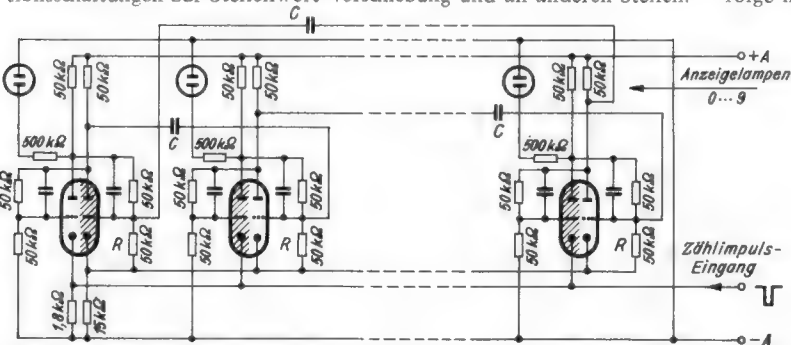

Bild 19. Dezimal-Zählwerk mit 10 Flip-Flop-Stufen, das auf der in Bild 18 gezeigten Schaltung basiert
An der Anode von R6 2 a steigt auf diese Weise die Spannung, und der durch die galvanische Kopplung auf das Gitter von R6 2 b übertragene Spannungssprung überschreitet das Sperrniveau dieser Röhre; nunmehr führt sie also Strom. Den jeweiligen Zustand der Flip-Flop-Schaltung zeigen die Anzeige-Glimmlampen „0“ und „1“ an. An den Punkten (A) und (B) kann nach erfolgter Umsteuerung ein Spannungssprung entnommen werden, der, z. B. nach einer Differentiation mit Hilfe eines RC-Gliedes, in einen Impuls verwandelt, zur Betätigung nachfolgender Schaltungsgruppen benutzbar ist (Bild 19).